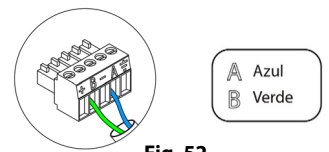

Fig. 52
Para la conexión al bus de conexión Airzone de la central ④ dispone de 1 borna de 5 pines. Fije los cables con los tornillos de la borna respetando el código de colores (Fig. 52).